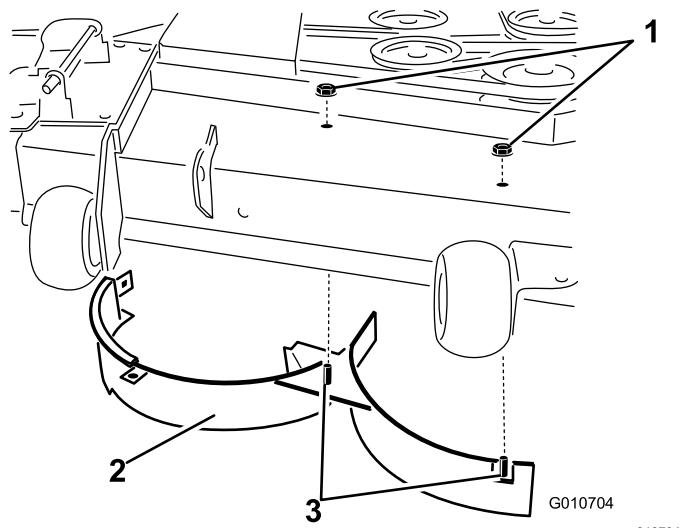

Figura 19
11. Retire las 2 contratueras (5/16") que sujetan las clavijas soldadas del deflector derecho a la parte superior de la carcasa del cortacésped en las posiciones centro y centro derecha (Figura 19).
12. Retire el perno de cuello cuadrado y la contratuerca que sujetan el deflector derecho a la parte superior de la carcasa del cortacésped, y retire el deflector derecho de la carcasa del cortacésped (Figura 19).